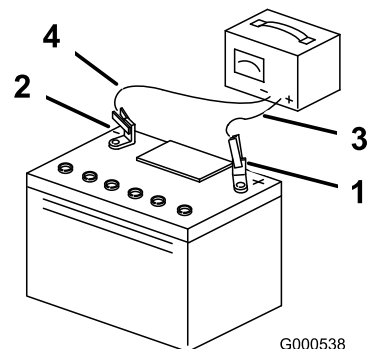

Bild 45
3. Ziehen Sie, wenn die Batterie ganz geladen ist, den Stecker des Ladegeräts aus der Dose. Klemmen Sie dann die Klemmen des Ladegeräts von den Batteriepolen ab (Bild 45).